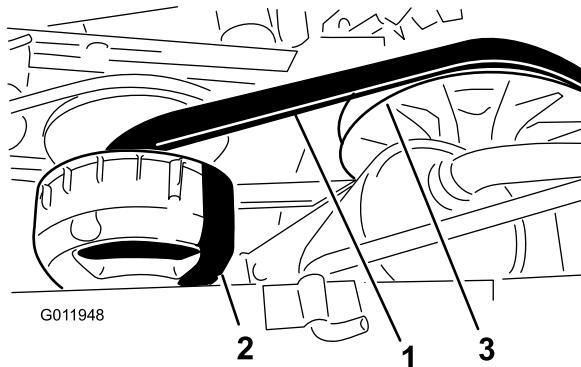

Figura 53
4. Haga girar la correa e inspecciónela (Figura 53) para asegurarse de que no está excesivamente desgastada o dañada.
3. Haga girar la correa y llévela sobre el embrague secundario (Figura 53).
4. Retire la correa del embrague primario (Figura 53).
5. Coloque la correa nueva sobre el embrague primario (Figura 53).
6. Haga girar la correa y llévela sobre el embrague secundario (Figura 53).